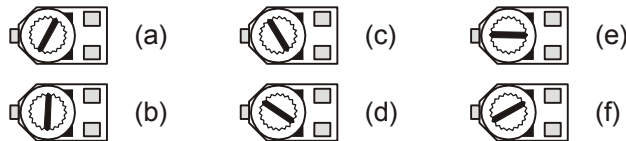

Figura 5-6
- ✓ Girare il Potenzimetro in senso orario fino a che raggiunge il fermo meccanico mostrato in Figura 5-6.
- ✓ Gradualmente ruotate il Potenzimetro in senso antiorario fino alla posizione mostrata in Figura 5-6 (b), (c), (d), (e), ed (f) notando come cambia la luminosità del LED a ciascuna posizione.